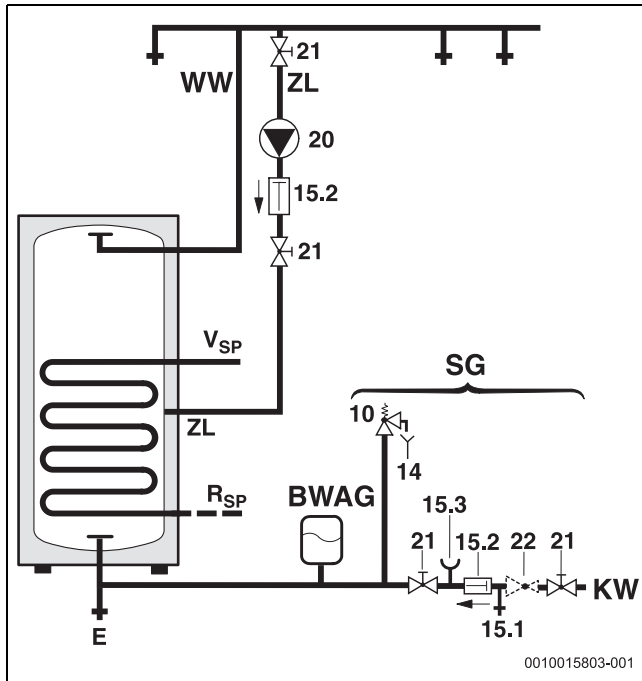

Bild 1 Trinkwasserseitiges Anschluss-Schema
- Mindesthöhe im Aufstellraum einhalten (→ Bild 1, Seite 66).